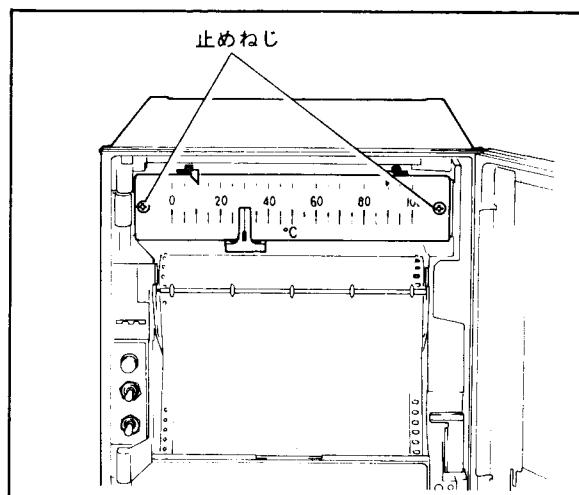

図14-1 目盛板の位置調整
- (1) 扉を開き、SUPPLYスイッチをOFFにします。
- (2) 打点ピン先と記録紙の0%を一致させます。
- (3) 指針と目盛板の0%位置を一致させるため、目盛板の止めねじ2本を緩めて、目盛板をずらします(図14-1)。